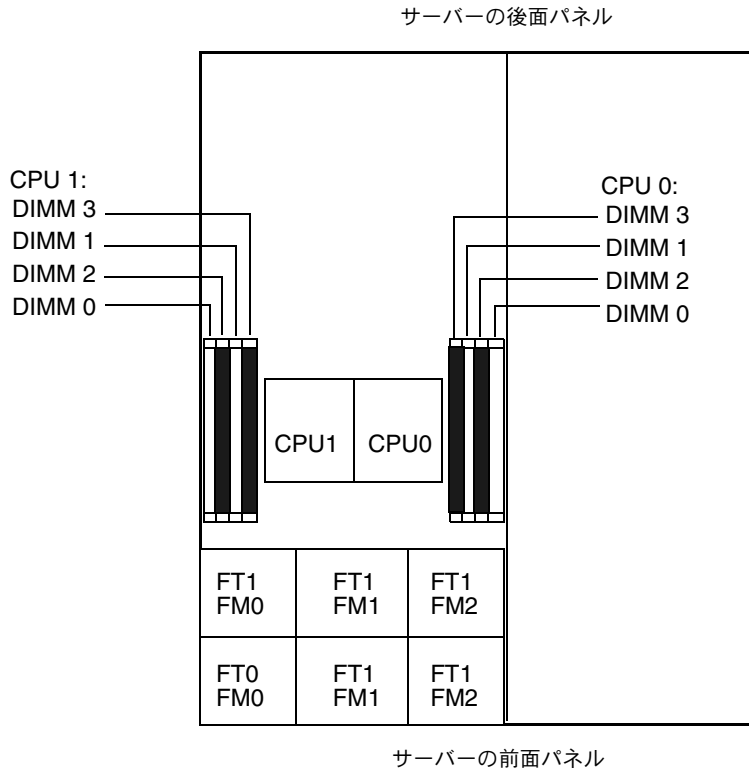

図 3-39 Sun Fire X4100 の DIMM スロット構造
DIMM スロットの内部システムソフトウェア構造は、図 3-39 に示します。
- DIMM スロットはペアになっており、DIMM は必ずペア (0 と 1、2 と 3) で取り付けます。図 3-39 および表 3-12 を参照してください。メモリソケットは白と黒に色分けされ、同じ色のスロット同士がペアになります。
- DIMM を 1 ペアしか持たない CPU の場合、DIMM は CPU の白の DIMM スロット (0 と 1) に取り付けます。図 3-39 を参照してください。